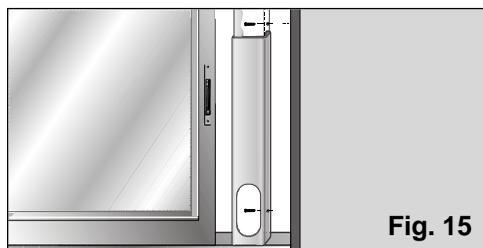

Fig. 15
- Per poterlo fissare nella finestra / balcone è munito di due fori laterali. Tramite due viti (non comprese nell'accessorio) l'utente potrà fissarlo sulla cornice o sul muro senza pericolo che possa muoversi o cadere dalla sua posizione, Fig. 15.